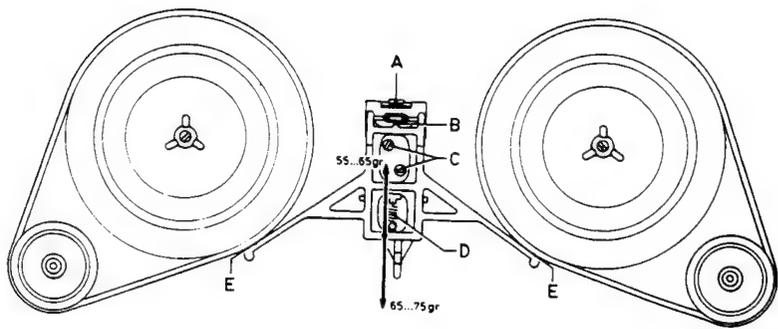

Fig. 14
**Mechanische Bremse, Abb. 14**